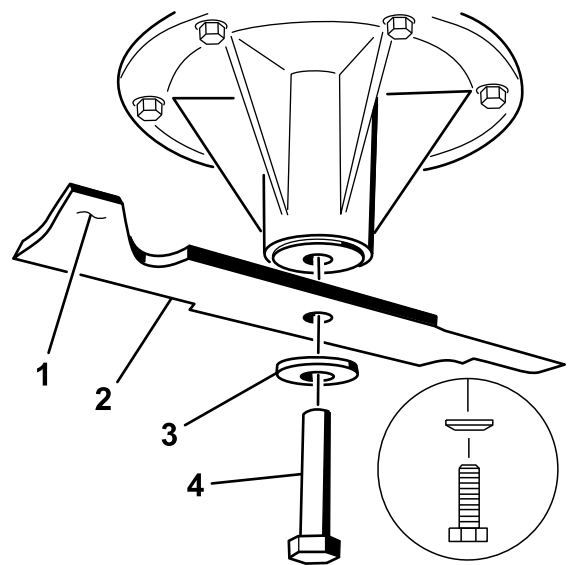

Figure 101
1. Placez la lame sur l'axe (Figure 101).
2. Montez la rondelle bombée et le boulon de lame (Figure 101).
Remarque: La rondelle doit être montée avec le côté bombé dirigé vers la tête du boulon (Figure 101).